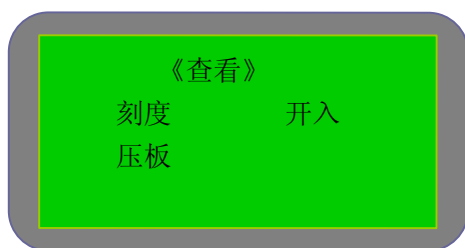
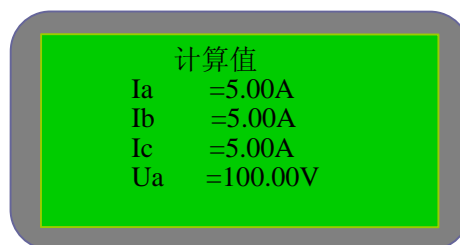
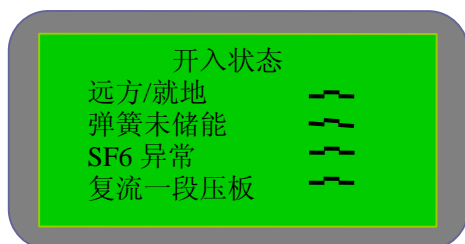

图 5-1-1
图 5-1-2
图 5-1-3
- 查看：包括刻度、开入、压板。可通过按“上移”键或“下移”键循环选择；也可按“退出”键退回到主菜单，如图 5-1-1。选择“刻度”进入图 5-1-2 界面，按“上移”键或“下移”键可查看各测量值，计算值；选择“开入”进入图 5-1-3 界面，查看各开入状态；本装置无软压板。